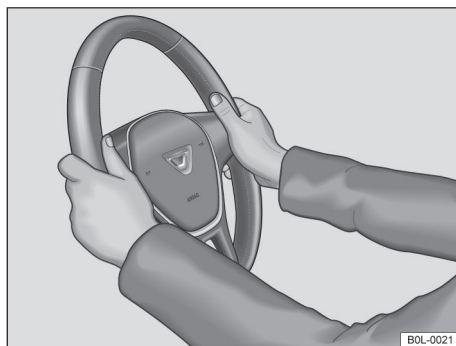

图 56 方向盘上：9 点钟和 3 点钟位置
- 调整方向盘至合适位置，驾驶员稍弯肘即可握在方向盘轮缘外侧的 9 点钟和 3 点钟位置 → 图 56。
- 驾驶车辆时驾驶员双手务必始终握在方向盘轮缘的 **9 点钟和 3 点钟位置** → 图 56，以减轻驾驶员正面安全气囊触发时对驾驶员的伤害程度。